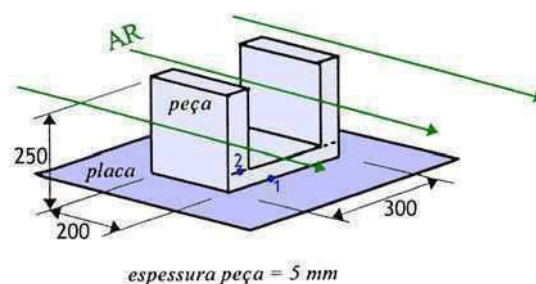

Figura 2
- b) Durante o processo de aquecimento, é gerada, na semi-esfera oca (A), uma quantidade de calor uniformemente distribuída de $0,23 \text{ MW/m}^3$, donde resulta que a superfície exterior do elemento aquecedor (B) atinge uma temperatura igual $T_1 = 900^\circ\text{C}$. Calcule:
- b.1) A potência radiactiva que atinge o elemento (B) (proveniente da semi-esfera).
- b.2) A temperatura (T_2) do disco (C).
2. Uma peça metálica ($\lambda = 200 \text{ W/m.K}$, $\rho = 2900 \text{ kg/m}^3$, $c_p = 900 \text{ J/kg.K}$) com as dimensões indicadas na figura, está colocada sobre uma placa mantida a 100°C , por um sistema de aquecimento, atingindo o seu fundo a mesma temperatura ($T_1 = 100^\circ\text{C}$). Sobre a peça, incide ar a 20°C e $1,0 \text{ m/s}$, com a direção representada na figura 2.
- Supondo que o coeficiente de convecção é em constante em toda a peça, determine a temperatura na face 2 (T_2) da peça (ver figura 2).